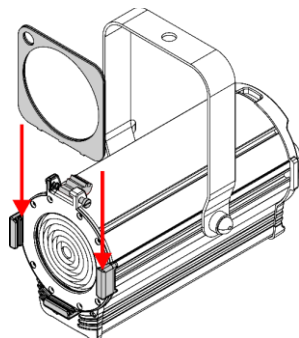

Fig. 14
- 03) Inserire il portagelatina negli appositi **supporti del portagelatina (04)** (vedere la Fig. 14).